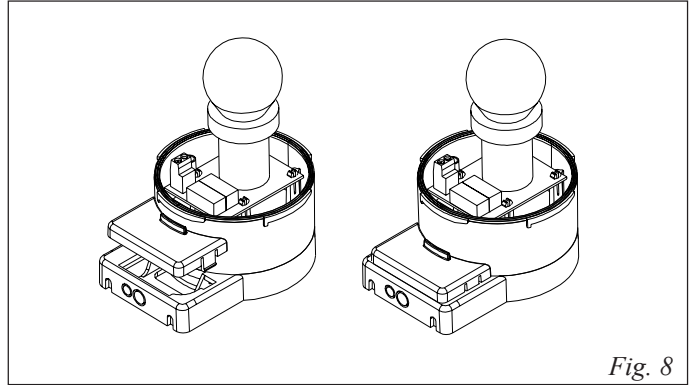

Fig. 8
11- Posizionare il supporto antenna come in Fig. 8.
- 11- Position the antenna support as in Fig. 8.